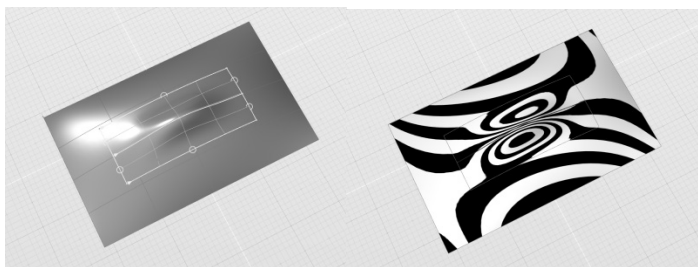

图 4-52 调整连续性为 G2 (左) 并通过斑马条纹验证 (右)
4) 在控制面板中将“约束”参数设置为“曲面曲率 (G2)”, 可见图中所有曲面边线部位上增加了一个圆圈标识, 表示该处曲面连接为 G2 连续。同样, 读者可通过斑马条纹直观验证, 如图 4-52 所示。